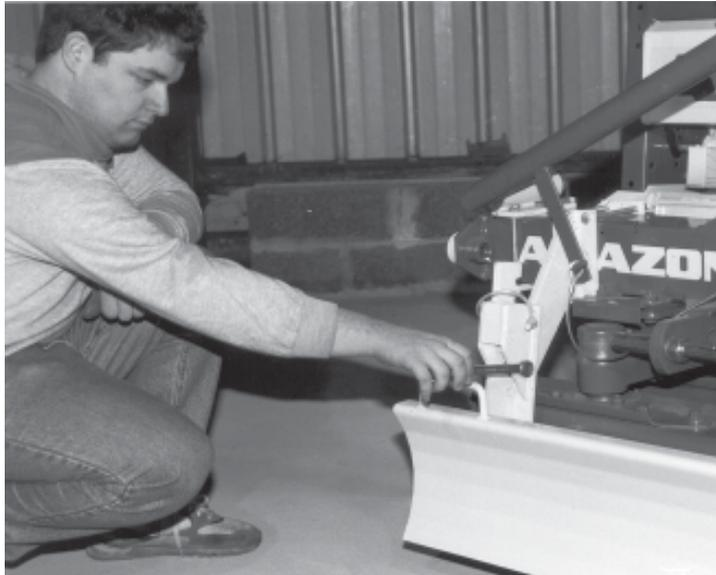

Abb. 29
- Lösen Sie die Sicherungsschrauben an jeder Stütze (Abb. 29).